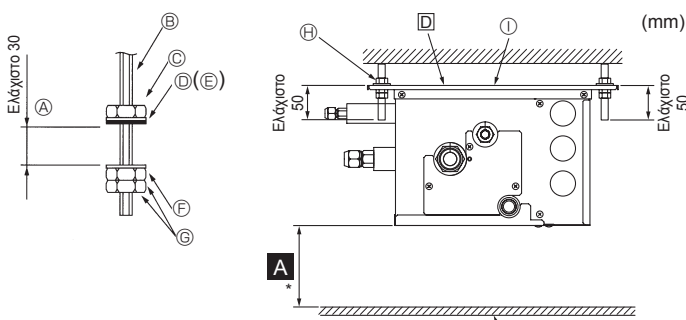

Fig. 6-1
- Τοποθετήστε τις ροδέλες και τα παξιμάδια (1, 2, θα τα προμηθευτείτε από το εμπόριο) στα μπουλόνια ανάρτησης. (Fig. 6-1)